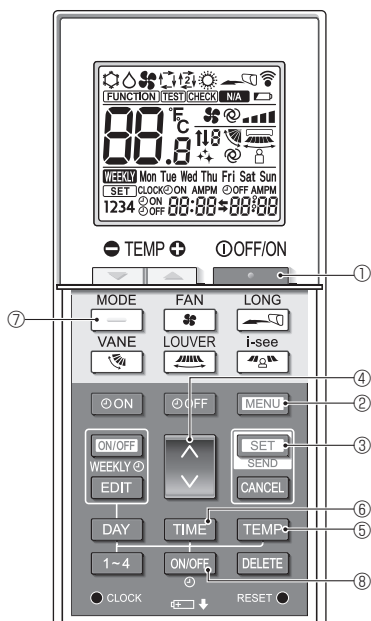

Fig. 7-9
2. Tryk på **MENU**-knappen 2. Skærmen til funktionsindstilling vises, og funktionsnr. A blinker. (Fig. 7-9) Tryk på **DOWN**-knappen 4 for at ændre funktionsnr.